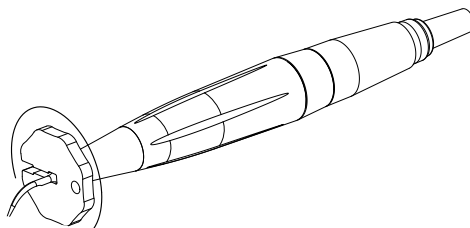

Fig. 5 Fixation de l'insert à l'aide de la clé
3. Stériliser les inserts avant l'utilisation (voir chapitre 6 « Stérilisation »). Sélectionner l'insert et l'installer à l'aide de la clé en vissant modérément (Fig. 5).